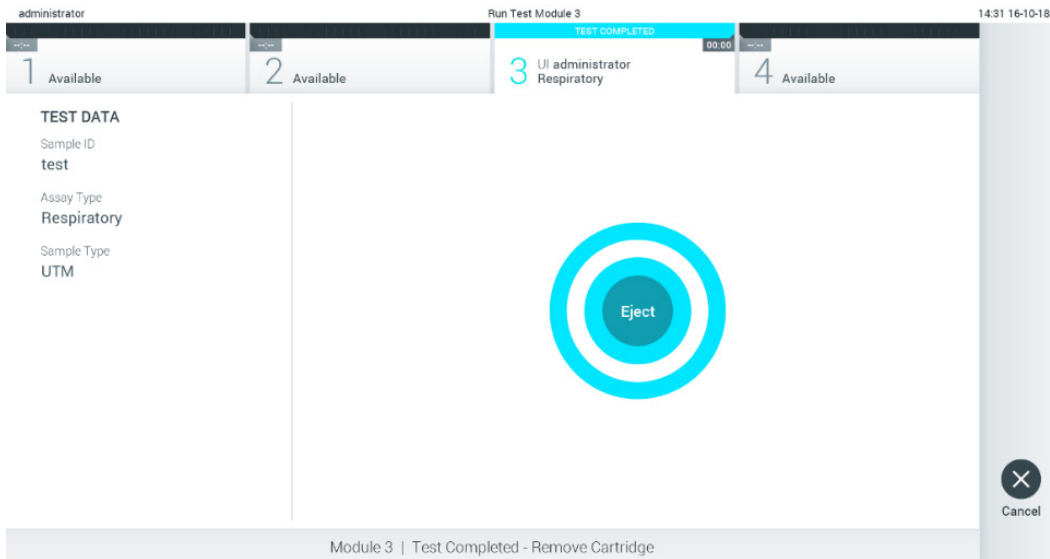

图 29. Eject (排出) 屏幕。
10. 测试运行完成后，将显示 **Eject**（排出）屏幕（图 29）。